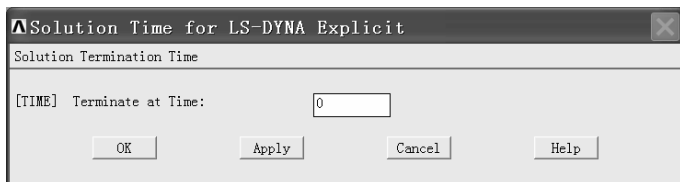

图 4-29 “Solution Time for LS-DYNA Explicit”窗口
(1) 依次选择 Main Menu>Preprocessor>Solution>Time Controls>Solution Time, 弹出“Solution Time for LS-DYNA Explicit”窗口(见图4-29)。